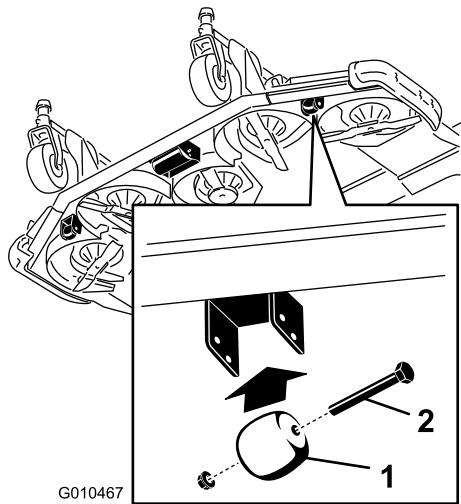

図 31
- ローラのシャフトをデッキのブラケットに固定しているネジとナットを取り外す（図 31）。
1. ゲージホイールとカッティングユニットのブラケットに固定しているボルトとナットを外す（図 31）。